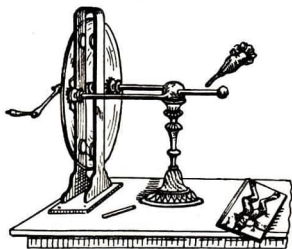

Abb. 332. Galvanis Tisch
**Geschichtliches.** Der italienische Arzt **Galvani** hatte auf dem Tisch seines Laboratoriums eine Elektrisiermaschine stehen. (Abb. 332 zeigt uns ein Bild aus *Galvanis* Bericht.) Während nun der eine